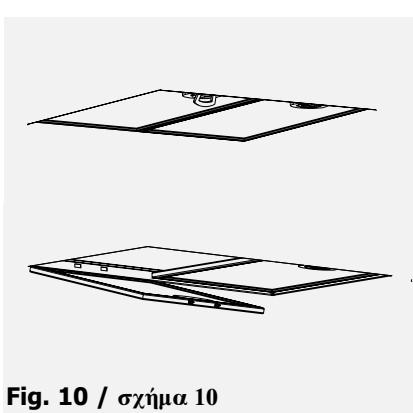

Fig. 10 / σχήμα 10
1. Retire os filtros metálicos (**fig. 10**).
Desmontagem do filtro cassette (fig. 10)